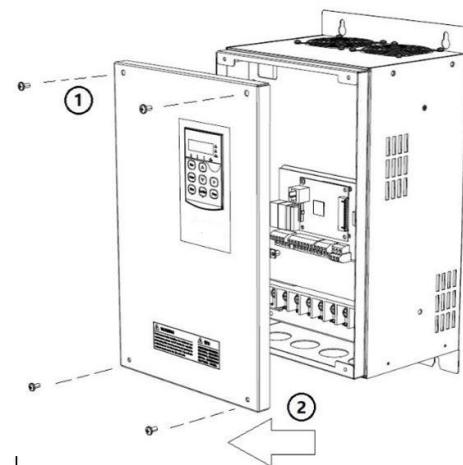

Рис. 3-8 Снятие передней панели
- ① Открутите 4 болта. См. главу 3 «3.3.1 Разборка и сборка манипулятора».
- ② Откройте переднюю панель. См. главу 3 «3.3.2 Открытие и закрытие распределительной коробки».
- ③ У частотных преобразователей A4-A8 необходимо сначала снять нижнюю панель, а затем переднюю. Операция снятия передней панели показана на рис. 3-8: